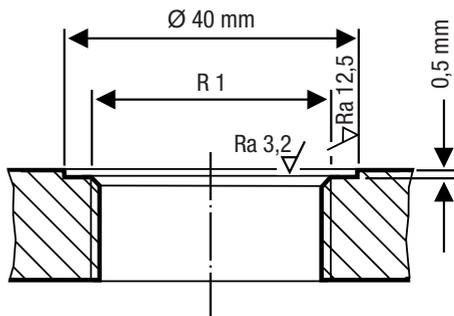

Fig. 12
- Prestar atenção à maquinação técnica correta das superfícies de vedação da respetiva tubuladura roscada do reservatório ou tampa flangeada, ver Fig. 12.
As superfícies de vedação devem ser maquinadas de acordo com a Fig. 12 de forma tecnicamente perfeita.